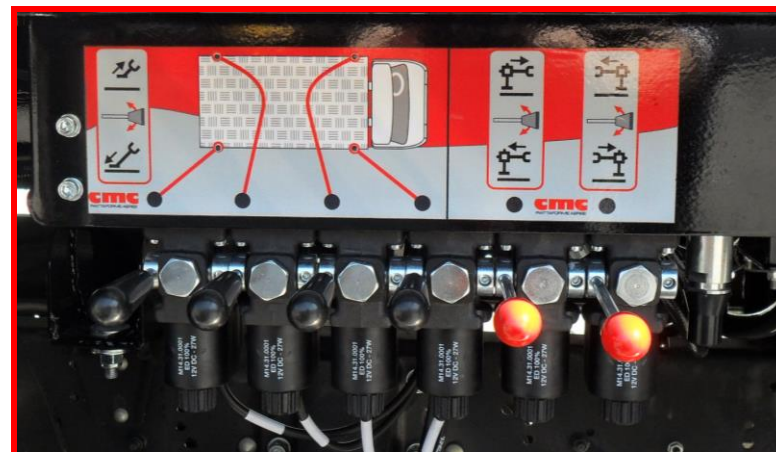

Figura 22 - distributore sottocarro comando stabilizzatori
- quindi, mentre l'operatore 1 azionerà le leve degli stabilizzatori, il secondo operatore continuerà a pompare olio attraverso la pompa a mano. Il primo riporterà gli stabilizzatori e le travi in posizione di chiusura agendo prima sulle leve nere (rientro stabilizzatori) e poi su quelle rosse (rientro travi) del distributore comandi stabilizzatori (**Figura 22**).